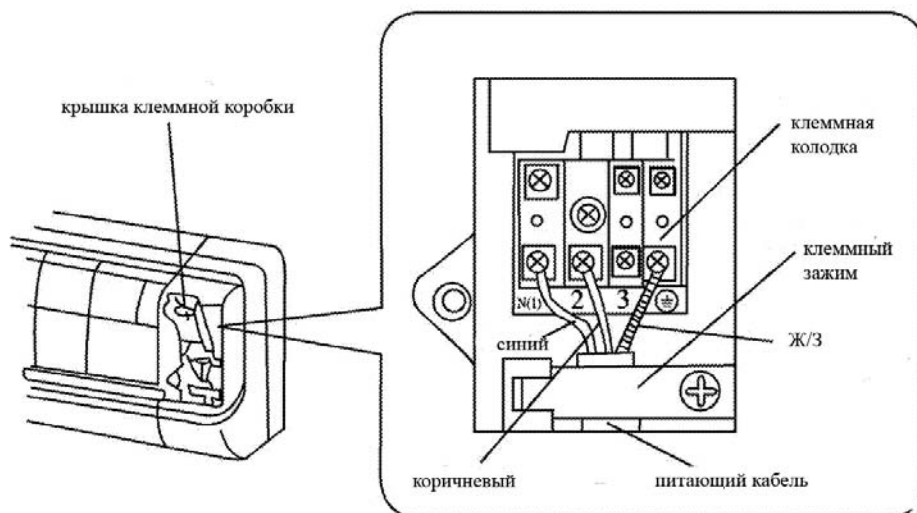

рис.4
4. Соедините синий провод питающего кабеля с клеммой "N(1)", коричневый с "2", желто-зеленый (заземление) с "⊕" как показано на рис.4